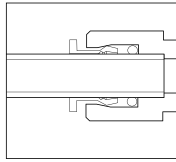

Abb. 2
- ▶ Überprüfen Sie, ob die Leitung vollständig eingeführt wurde (Abb. 2).